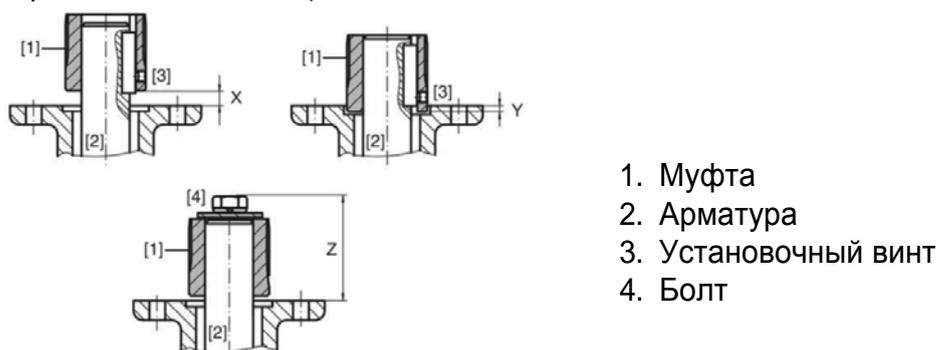

Рис. 4.3. Различные муфты в разрезе
Монтаж неполнооборотного привода на арматуру выполняется с использованием вставной втулки (см. рис. 4.3). При этом следует соблюдать установочные размеры согласно таблице 4.2.
4. Насадить муфту [1] на вал арматуры [2] и с помощью установочного винта [3], стопорного кольца или болта зафиксировать против осевого смещения. При этом необходимо соблюдать размеры X, Y и Z (см. рис. 4.3 и таблицу 4.2).